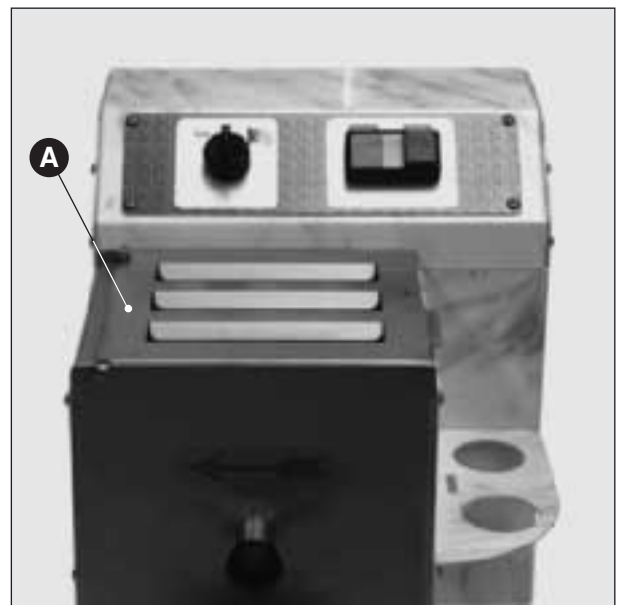

Abb. 3
- Den Beckendeckel (**Abb. 3 A**) heben und die vorgegebenen Zutaten **immer** in folgender Reihenfolge hineinschütten: das Mehl und danach, nachdem der Deckel geschlossen worden ist, der Flüssigkeitsanteil. Um eine ordentliche Knetmasse zu erhalten, ist das Bestehen eines genauen Verhältnisses zwischen dem Gewicht des Mehls und jenem des Flüssigkeitsanteils notwendig; um ein optimales Produkt zu erhalten, muß das Mehl einen Feuchtig-